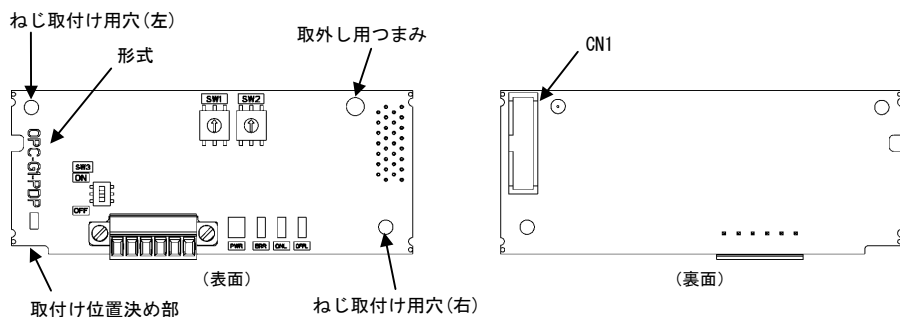

図 1.1 各部名称
- (1) 通信カード、ねじ (M3×8:2本)、取扱説明書(本書)が入っていることを確認してください。
- (2) 通信カード上の部品の異常、凹み、反りなど輸送時での破損がないことを確認してください。
- (3) 通信カード上に形式「OPC-G1-PDP」が印刷されていることを確認してください。(図 1.1 参照)
- 通信カードの裏面 (図 1.1) の CN1 を，インバータ本体の制御プリント基板の A-port (CN4) へ差し込み，付属ねじで固定してください。(図 3.3)
注意 通信カードの取付け位置決め部 (図 1.1) がツメ (図 3.2 の①) にセットされ，CN1 (図 3.2 の②) が確実に差し込まれていることを確認してください。図 3.3 は取付け完了を示します。